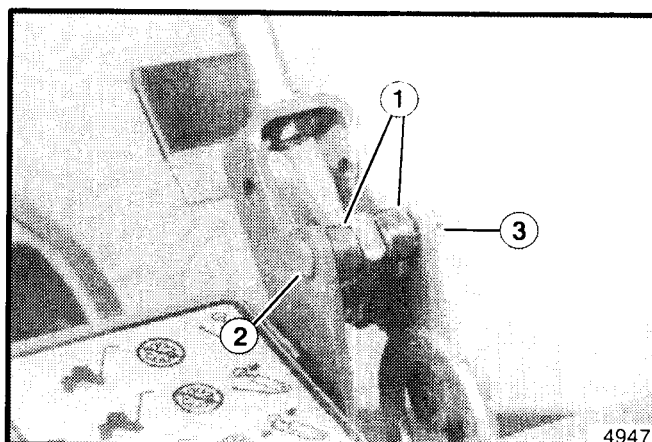

Abbildung 24. Kupplungshebel
20. Die Splinte und Zughaken sowie die zwei Buchsen am Steuerhebel entfernen (siehe Abbildung 24). Die Stange drehen, um sie wie benötigt zu verkürzen oder zu verlängern, und die Stange wieder mit dem Zughaken am Handgriff anbringen